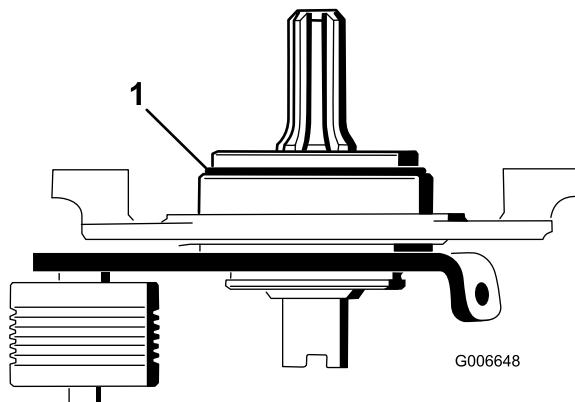

Рисунок 23
22. Используя метчик 3/8-16, удалите краску из наружных монтажных отверстий в левой и правой боковых пластинах (Рисунок 23).
расположено в поворотной ступице (Рисунок 23).